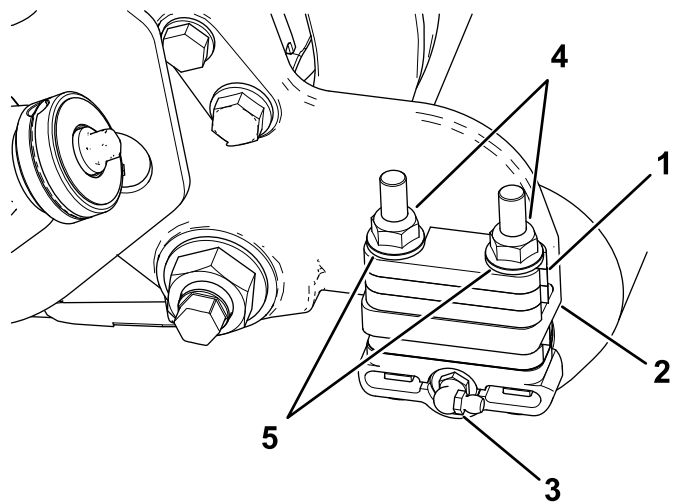

图 3
- 拆下将每个滚筒支架固定到每个侧板的 2 个凸缘锁紧螺母和 10 个垫圈以及位于侧板安装法兰顶部的所有 6mm 隔片图 3。